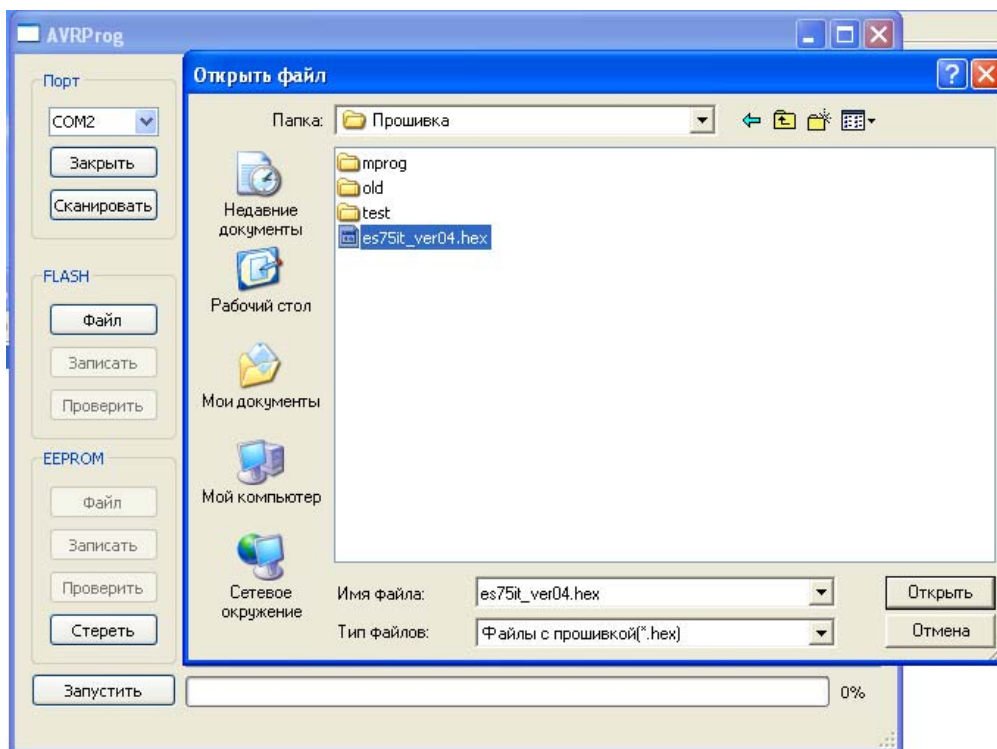

Рис.4
4. Нажмите кнопку “Файл”. Откроется окно (рис.4).